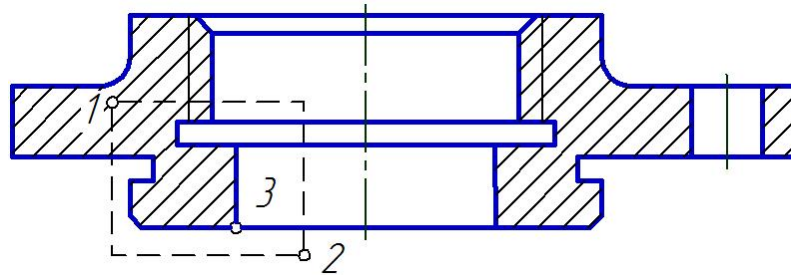

Рис. 2.40. Выделение фрагмента разреза
1. Выделите в группу фрагмент разреза (рис. 2.40).